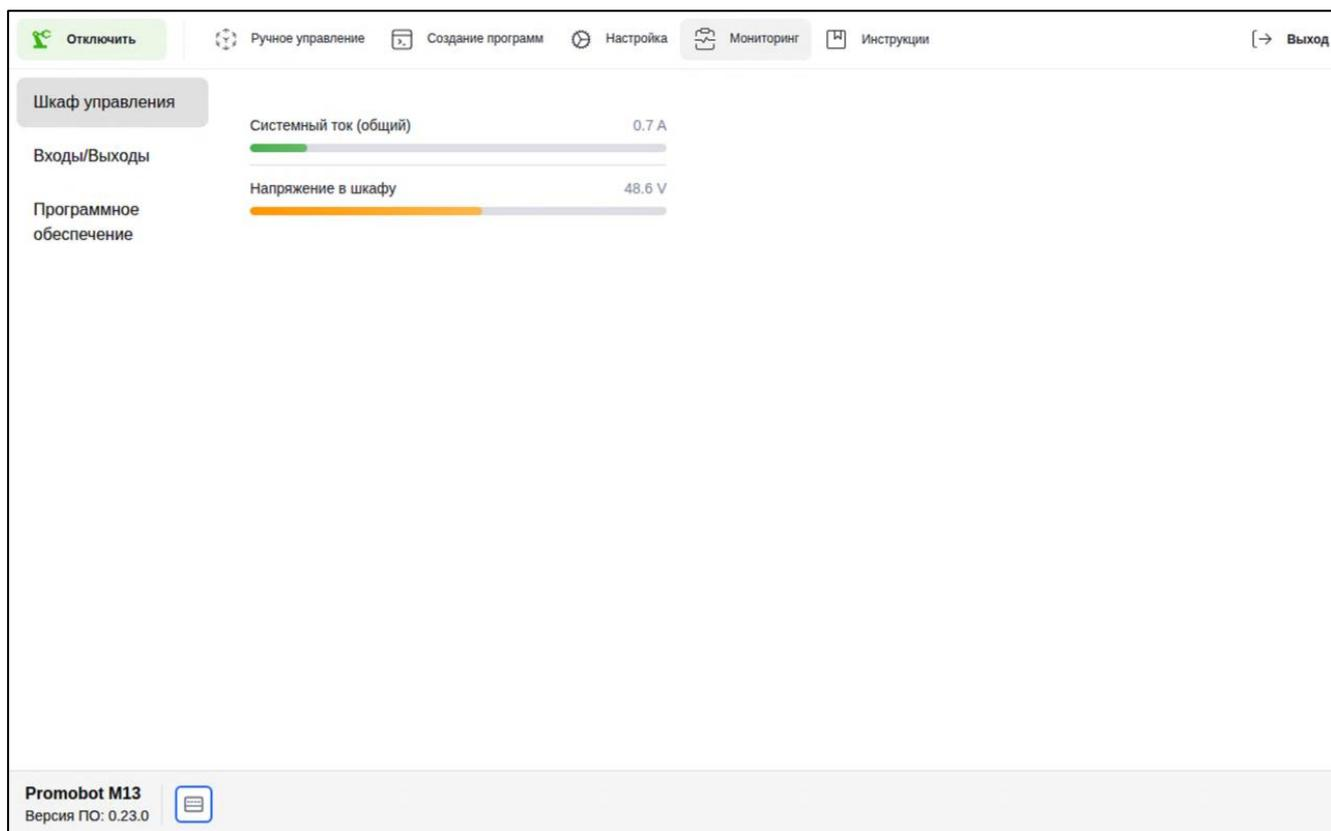

Рисунок II-55 – Раздел «Шкаф управления»
3. Раздел «Шкаф управления» (см. Рисунок II-55) – отображает значения системного тока и напряжения в шкафу.